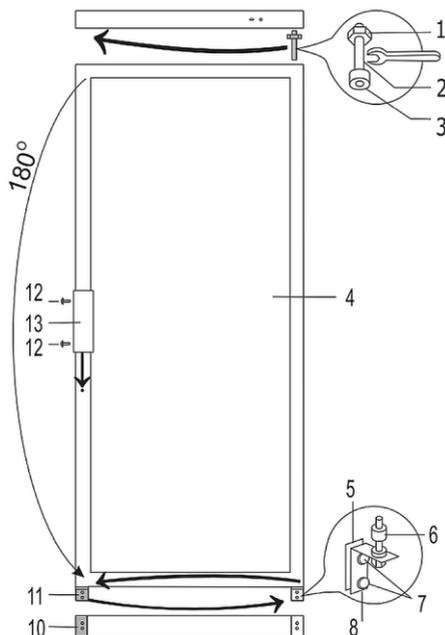

Fig. 6
1. Svitare le due viti (7, fig. 6) e rimuovere la controcerniera inferiore (8) insieme al set di rondelle (6) sull'asse e il pezzo intermedio (5).
2. Togliere le viti (7) e rimuovere la controcerniera (11).
3. Togliere la porta (4).
4. Svitare il perno del cuscinetto (2) con il dado (1) e le rondelle (3) dalla controcerniera superiore.
6. Per prima cosa girare la porta (4) di 180°, poi infilare il perno superiore del cuscinetto (2) nella porta (4) e appendere la porta (4).
7. Rimuovere le viti di fissaggio (12) dalla porta ed estrarre la maniglia della porta (13).
8. Installare la maniglia della porta (13) sul lato opposto.
- La piastra (10) rimane al suo posto.
10. Prima inserire il perno del cuscinetto (2) nella porta, poi montare la controcerniera inferiore (8) con il set di rondelle e guarnizioni sul lato opposto del frigorifero.